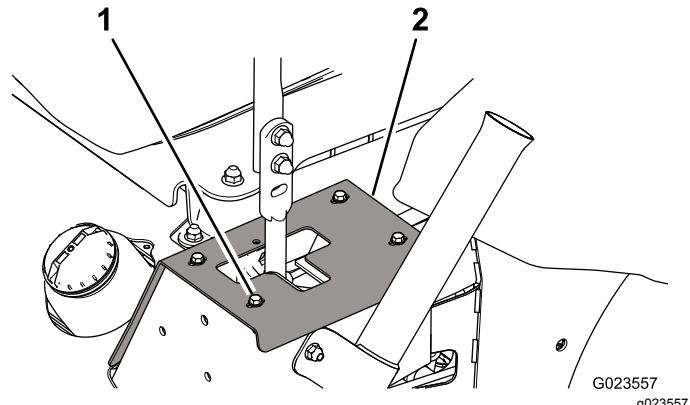

Bild 62
2. Nehmen Sie die Schrauben ab, mit denen die Anschlagsplatten am Rahmen befestigt sind, um an die Befestigungsschrauben für den Stoßdämpfer zu gelangen (Bild 62).